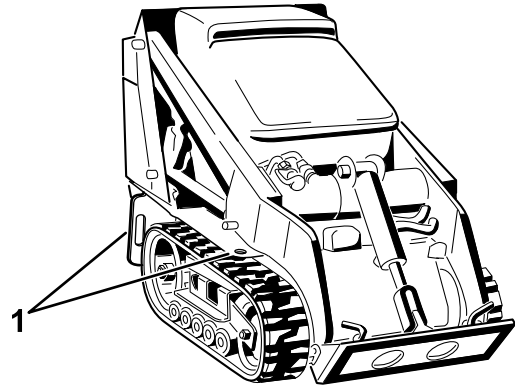

Bild 21
8. Befestigen Sie die Maschine mit den Metallbefestigungsschleifen und Riemen, Ketten, Kabel oder Seilen am Anhänger oder Pritschenwagen (Bild 21). Halten Sie die örtlichen Vorschriften für die Vergurtung ein.
Sie können die Maschine mit den Vergurtungsstellen bzw. Hebeschlaufen als Hebestellen anheben, wie in Bild 21 abgebildet.